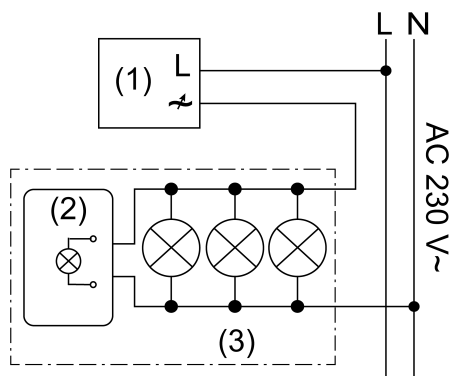
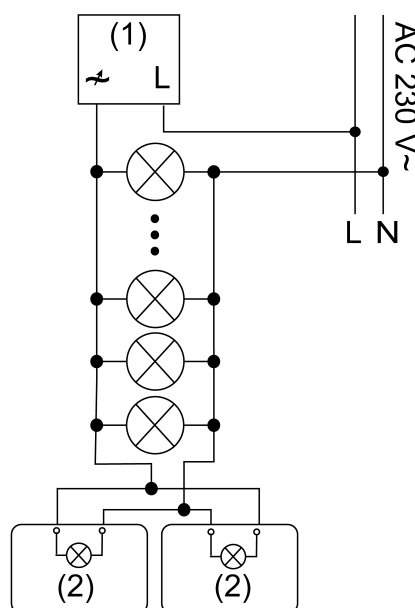

Bild 1: Anslutningsexempel i lamphuset
Bild 2: Anslutningsexempel med två moduler
- (1) Dimmer i bakkantsläge
- (2) Modul
- (3) Armatyr med HV-LED-lampa
- Anslut modulen parallellt med LED-lampan till neutralledaren och den dimmade fasen, (Bild 1). Anslutningsexempel med två moduler i lamphuset, (Bild 2).